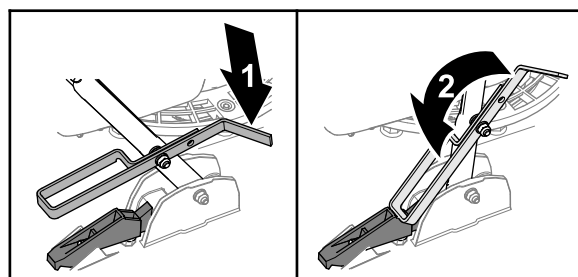

Figura 25
- Per rilasciare la stegola, sollevate la stegola e ruotate l'arresto del pedale in avanti (**Figura 25**).